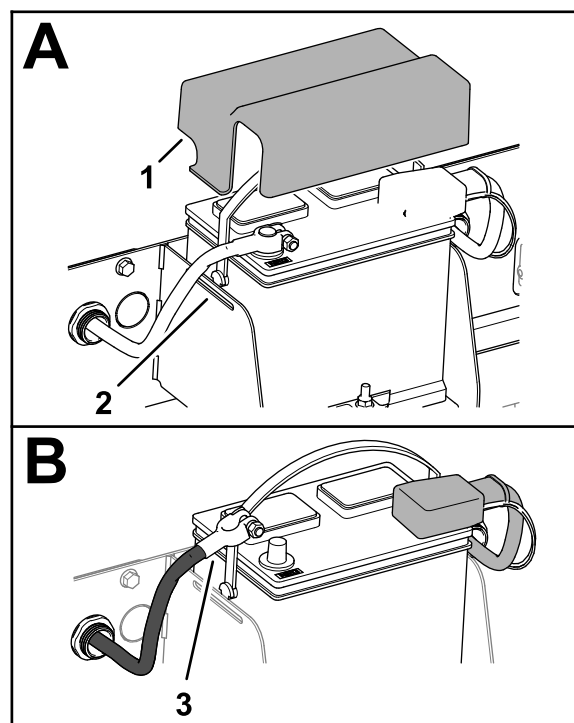

Рисунок 3
1. Нажмите на выступы крышки аккумулятора, чтобы освободить крышку из пазов в поддоне аккумулятора, и снимите крышку (Рисунок 3).
2. Отсоедините зажим отрицательного кабеля аккумулятора от отрицательного полюсного штыря аккумулятора (Рисунок 3).